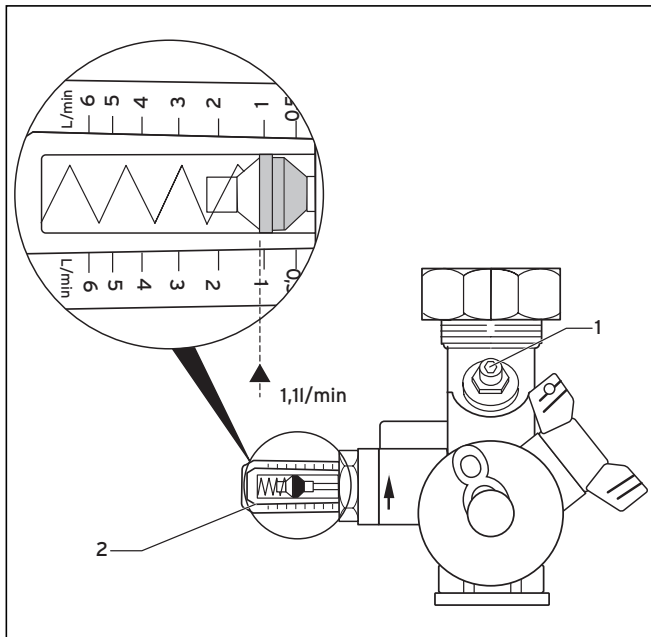

Abb. 6.4 Einstellen des Volumenstroms
Nehmen Sie nach der Grobeinstellung mittels Umwälzpumpe die Feinregulierung mit dem Stellventil (1) des Durchflussmengenbegrenzers (siehe Abb. 6.4) vor. Der eingestellte Wert kann an der Anzeige (2) abgelesen werden.
Die installierte (Netto-)Kollektorfläche beträgt 6 m². Mit dem Wert für den spezifischen Volumenstrom von 0,66 l/m²·min multipliziert, ergibt sich ein rechnerischer Durchsatz von 4 l/min. Dieser sollte am Durchflussmengenbegrenzer angezeigt werden (siehe Abb. 6.4).